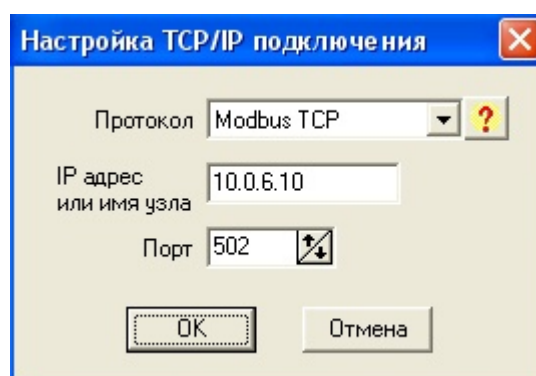

Рис.2.3
- 4) Не закрывая окно «Добавить узел», нажать на кнопку «Настройка..», где указать IP-адрес ПЛК.² (Рис.2.3).